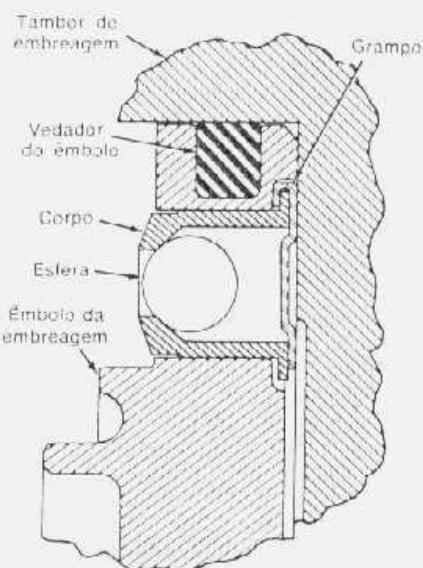

fig. 29 — válvula de retenção do êmbolo da embreagem
2. Verificar se há obstrução na passagem de fluido do cilindro da embreagem. Limpar todas as passagens de fluido. Examinar o êmbolo da embreagem quanto à sulcos. Substituir se necessário. Examinar a esfera de retenção do êmbolo (fig. 29) quanto ao seu livre movimento e perfeito assentamento.